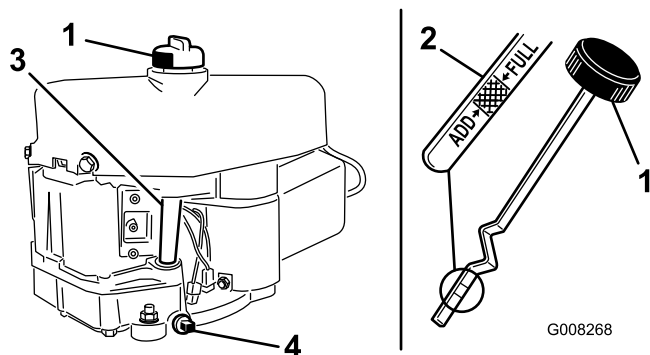

Figure 23
7. Nettoyez la surface autour de la jauge d'huile (Figure 23) pour éviter que des impuretés ne s'introduisent dans le goulot de remplissage, ce qui risquerait d'endommager le moteur.
8. Retirez la jauge d'huile et essuyez soigneusement l'extrémité métallique (Figure 23).
9. Revissez la jauge complètement dans le goulot de remplissage (Figure 23).
9. Enlevez le bouchon de vidange pour permettre à l'huile de s'écouler (Figure 23).
11. Nettoyez la surface autour du bouchon de la jauge de niveau d'huile et dévissez le bouchon (Figure 23).
12. Versez avec précaution environ 80% de l'huile moteur dans le goulot de remplissage (Figure 23)